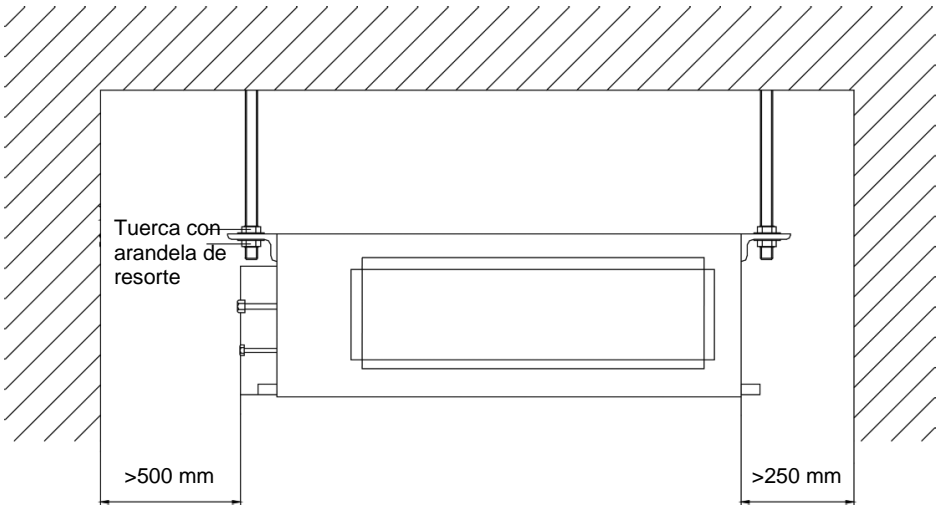

Fig. 2
- 4) Compruebe que haya suficiente espacio libre alrededor de la unidad para el mantenimiento, como se muestra en la Fig. 2.